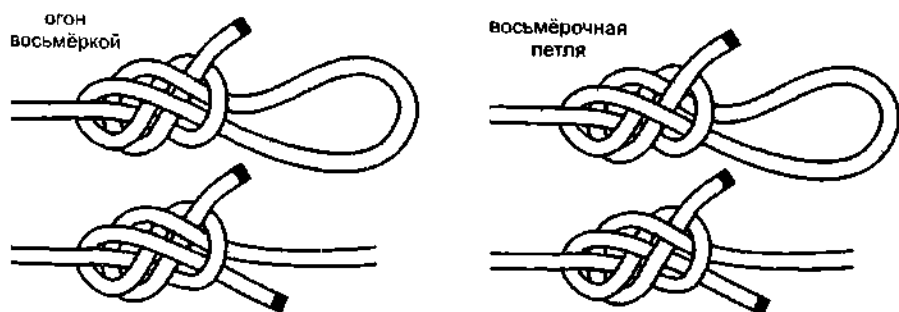
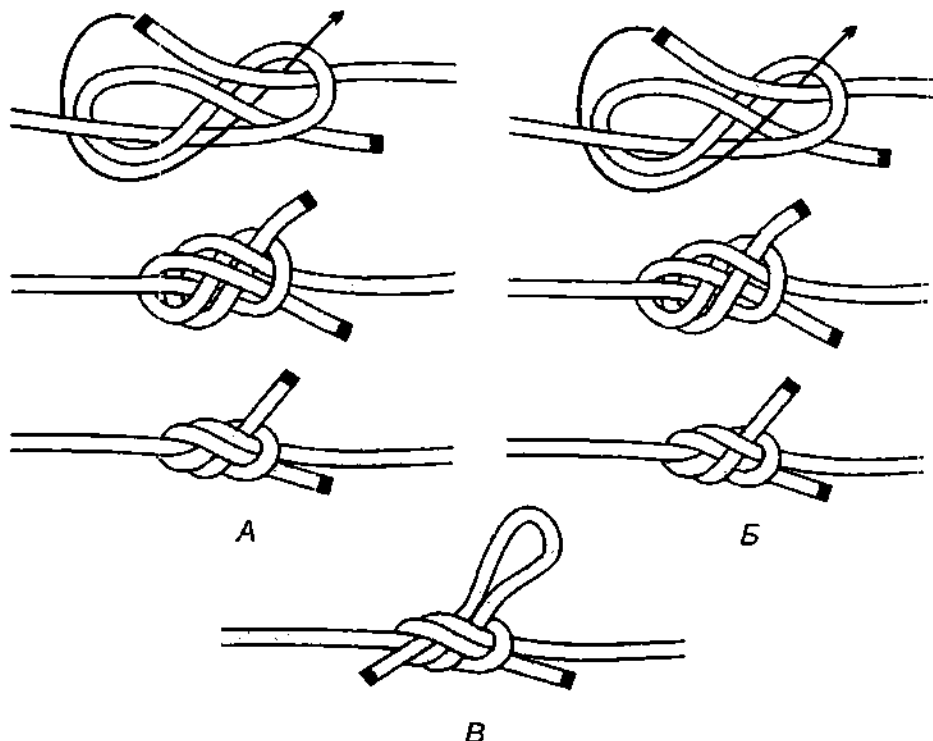

Рис. 905. Шкотовый узел восьмёркой родной брат петлям огону восьмёркой и восьмёрочной петле.
Рис. 907. 2-й способ вязки шкотового узла восьмёркой. А, Б – шкотовый узел восьмёркой; В – быстроразвязывающийся шкотовый узел восьмёркой.
**Шкотовый узел восьмёркой** – это наполовину завязанный **фламандский узел** (рис. 905). Сначала вяжется **восьмёрка** и затем, как в **шкотовом узле**, ходовым концом другого троса формируется **самозатягивающийся полуштык** (рис. 907). Ходовой конец может быть пропущен под два сегмента (рис. 907 А) или под один (рис. 907 Б). **Шкотовый узел восьмёркой** очень крепок и надёжен. Узел туго затягивается и достаточно легко развязывается.